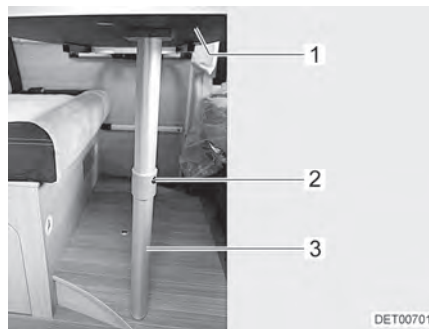

Fig. 60 Struttura di supporto letto
- Sollevare leggermente il piano del tavolo (Fig. 60,1) in avanti.
- Premere il bottone di sbloccaggio (Fig. 60,2) e ribaltare di 90° all'indietro la parte inferiore del supporto snodabile (Fig. 60,3).